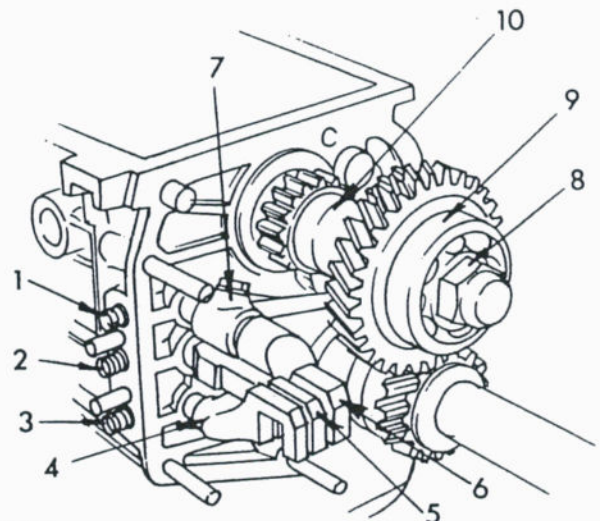

Bild 112
- Schaltgabel für den Rückwärtsgang und fünften Gang (7) von der Schaltschiene lösen (Schraube entfernen) und die Schaltschiene (6) nach hinten herausziehen. Das Gangrad (10), welches jetzt frei ist, kann heruntergezogen werden.
- Die drei Sperrfedern in Bild 112 aus dem Gehäuse entfernen.